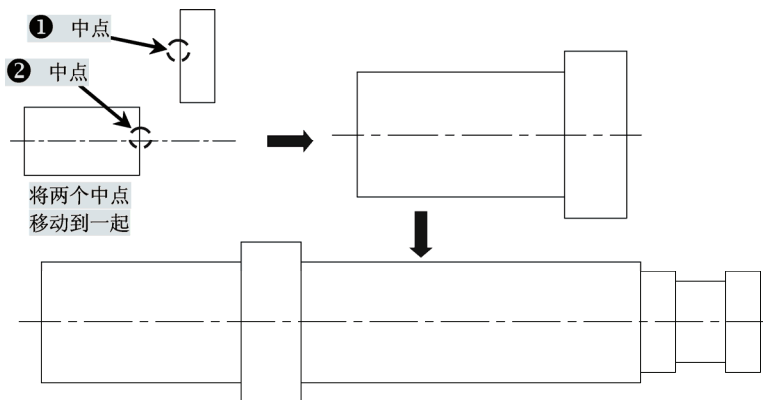

图 2-15 移动矩形
4) 执行“移动”命令 (m), 将这些矩形依次移到中点位置, 如图 2-15所示。